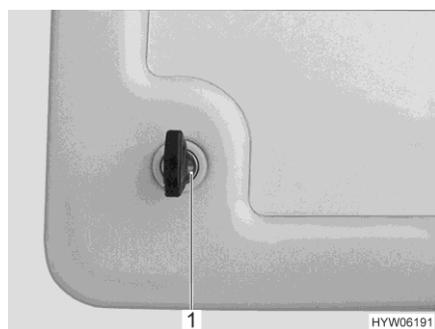

Fig. 63 Serratura a pressione sportello di servizio
- Inserire la chiave nel cilindro della serratura a pressione richiudibile (Fig. 63,1 o Fig. 64,1) e ruotare di un quarto di giro. La serratura a pressione è sbloccata.
- Inserire la chiave nel cilindro della serratura a pressione chiudibile (Fig. 63,1 o Fig. 64,1) e ruotare di un quarto di giro. La serratura a pressione è bloccata.